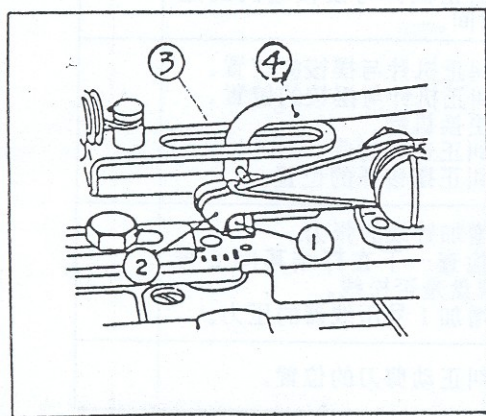

图 3
4、压脚的拆卸:(参照图 3)
5、压脚“收口前、后拉杆”的调整:(参照图 3)